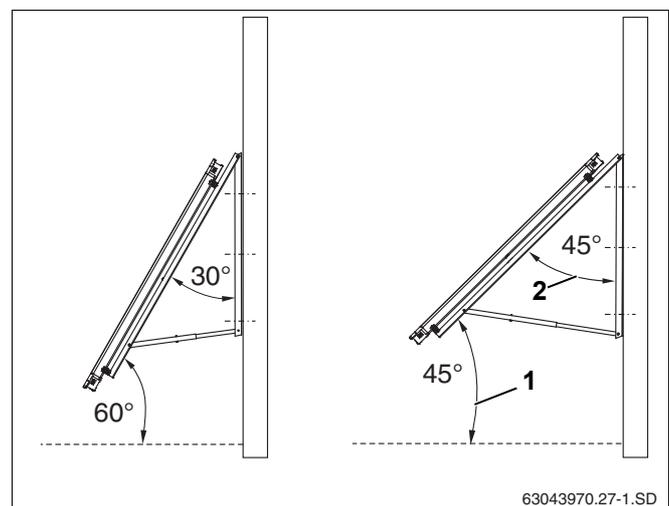

Рис. 10 Установочный угол коллектора на фасаде
- ▶ Установочный угол коллектора (рис. 10, **поз. 1**) относительно горизонта должен быть от  $45^\circ$  до  $60^\circ$  (т.е. угол наклона коллектора рис. 10, **поз. 2**, должен лежать в пределах от  $30^\circ$  до  $45^\circ$ ).